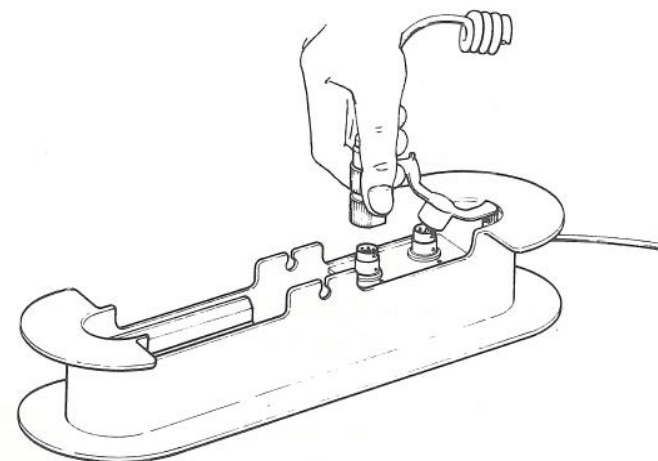

Bild 36. Anslutning av handmikrotelefon till förlängningskabel
6. Anslut handmikrotelefon (och vid behov extra hörtelefon) eller nästa förlängningskabel till anslutningsdonet (-donen) på kabelvindan (bild 36).